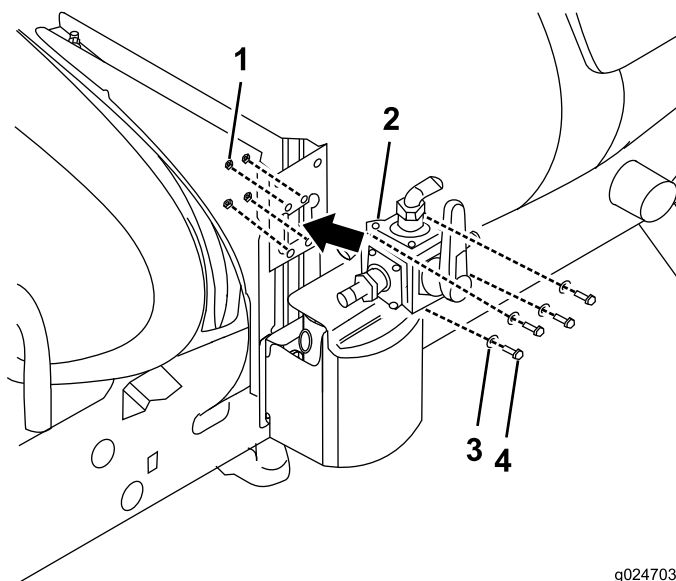

Figura 16
3. Installate la valvola a quattro vie sul gruppo attacco valvola con 4 dadi di bloccaggio (6 mm) (Figura 16).